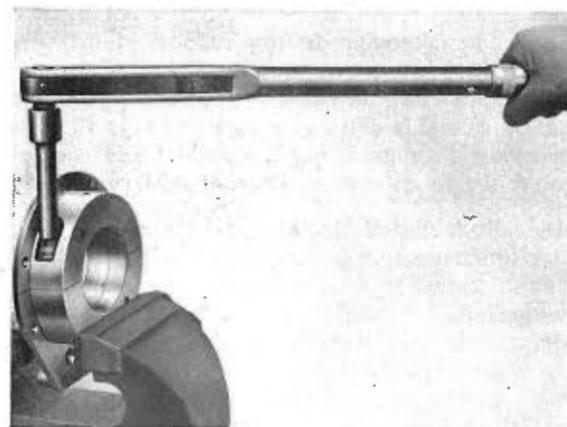

FIG. 32
6. Dévisser les vis d'assemblage des deux demi-paliers, à l'aide de l'embout spécial FT 113 adaptable sur une clé dynamométrique (voir fig. 32). Enlever les deux demi-paliers et retirer les coussinets.
4. Palier avant (fig. 32) :
- a) Assembler les deux demi-paliers comme il est indiqué à la figure 32 en maintenant le palier inférieur dans un étau garni de mors en plomb.